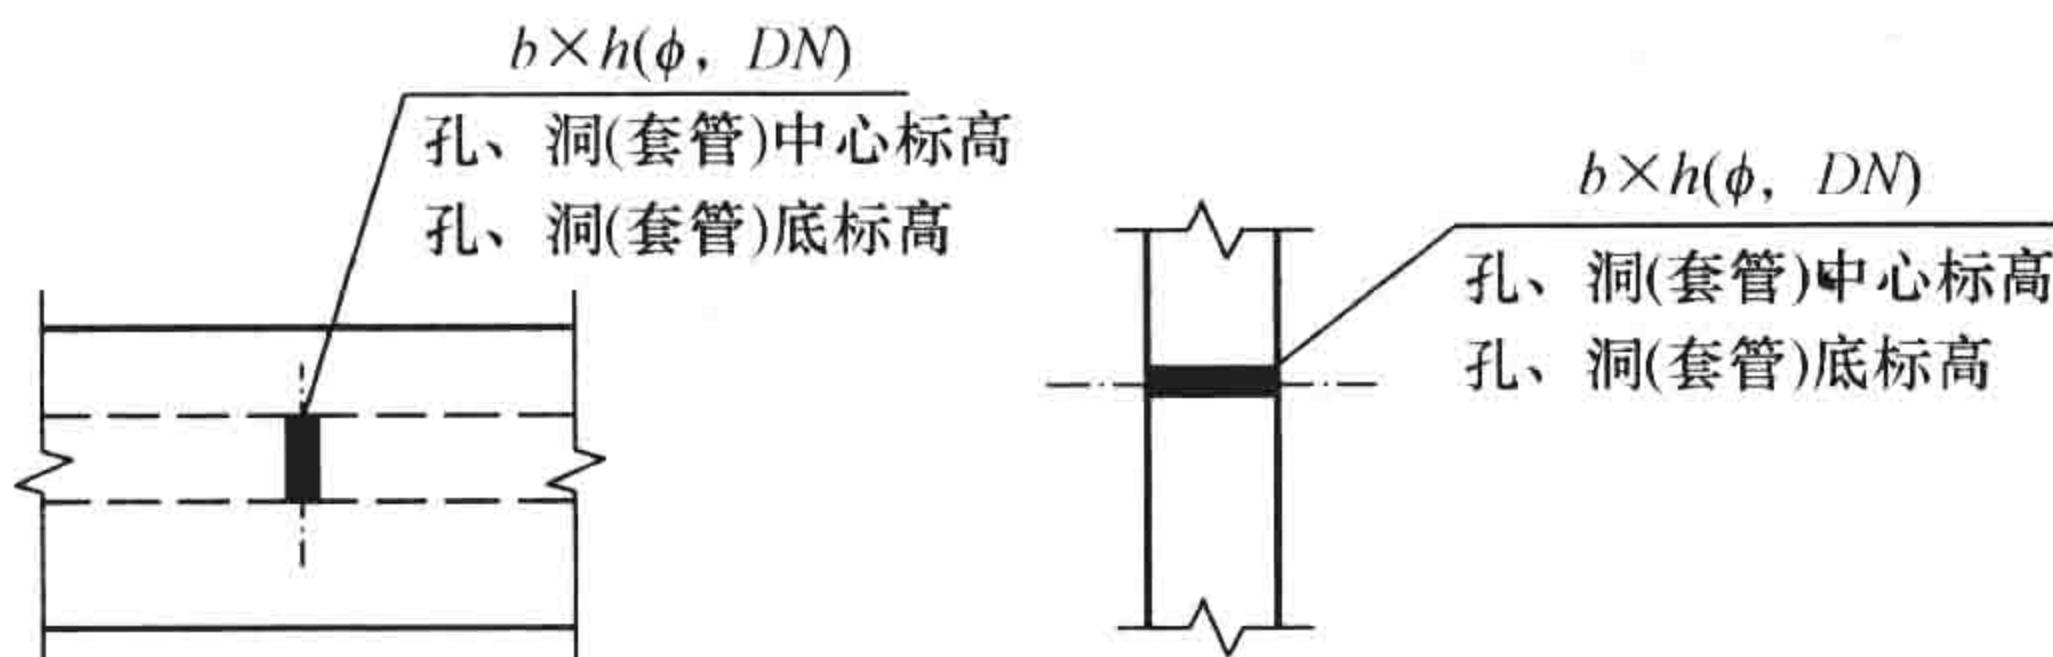

图 1-4 预留孔、洞及预埋套管的表示方法
④ 在构件上设置预留孔、洞或预埋套管时，可按图 1-4 的规定在平面或断面图中表示。引出线指向预留（埋）位置，引出横线上方标注预留孔、洞的尺寸，预埋套管的外径。横线下方标注孔、洞（套管）的中心标高或底标高。